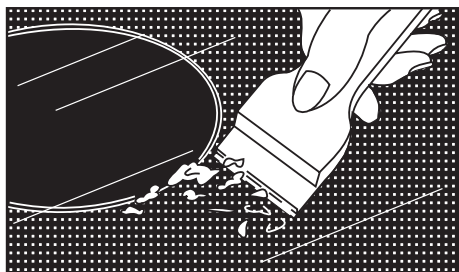

Рис. 19
- Если случайно изделие из алюминиевой фольги или пластмассы расплавится на поверхности стеклокерамического стола или к нему прикипит сахар – их следует немедленно удалить с помощью скребка, входящего в комплект плиты (рис.19).